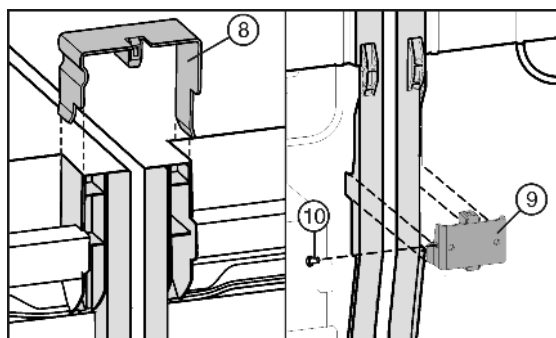

Fig. 7
- ▶ Εισάγετε το βραχίονα σύνδεσης Fig. 7 (8) στο πάνω μέρος, πάνω στα μεσαία πλευρικά τοιχώματα.
- ▶ Εισάγετε τη γωνία σύνδεσης Fig. 7 (9) στο κάτω μέρος στην αντίστοιχη εγκοπή.
- ▶ Σε περίπτωση που η γωνία σύνδεσης εφαρμόζει κάπως χαλαρά, τοποθετήστε τη βίδα Fig. 7 (10).